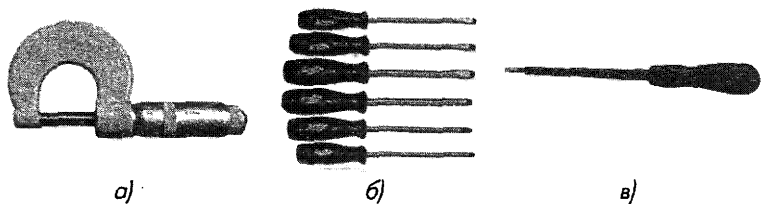

Рис. 1.14. Микрометр (а), набор отверток (б), отвертка электрика (в)
- микрометр 0–25 мм для измерения диаметра проводов (рис. 1.14а);
- отвертки с шириной наконечника 3, 5 и 8 мм, разной длины, а также крестообразные (рис. 1.14б). При необходимости можно приобрести набор отверток со сменными наконечниками разной конфигурации. Размеры наконечника отвертки должны точно соответствовать шлицу винта (наконечник плотно входит в шлиц), иначе можно сорвать шлиц. Ручки отверток должны быть сделаны из изоляционного материала. Удобно использовать также электроотвертку. Для работы в электрических цепях потребуется отвертка с изолированным наконечником (рис. 1.14в);